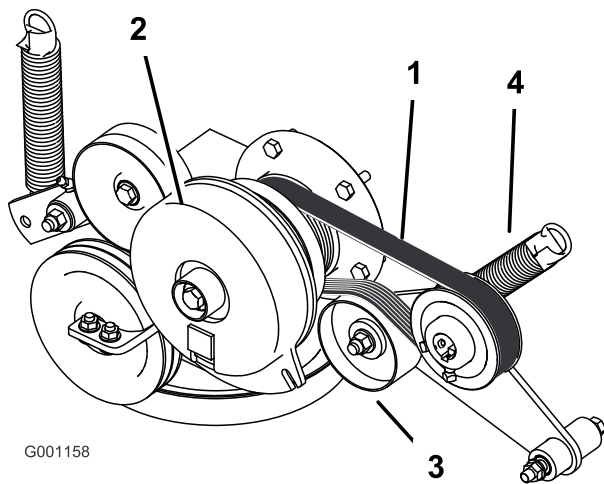

Figure 59
3. Décrochez le ressort du bras de la poulie de tension (Figure 59).
4. Montez la courroie neuve sur les poulies du moteur et des pompes hydrauliques (Figure 59).
6. Raccrochez le ressort au bras de la poulie de tension (Figure 59).